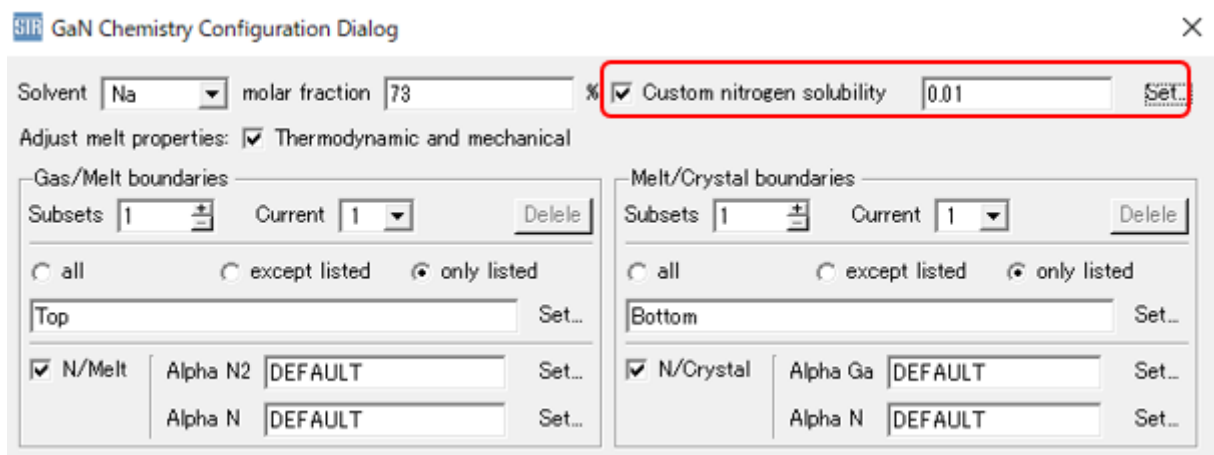

図 4. Flux-GaN の窒素溶解度設定画面
- GaN 溶液成長の Chemical Model の改良 (窒素溶解度) (図4)